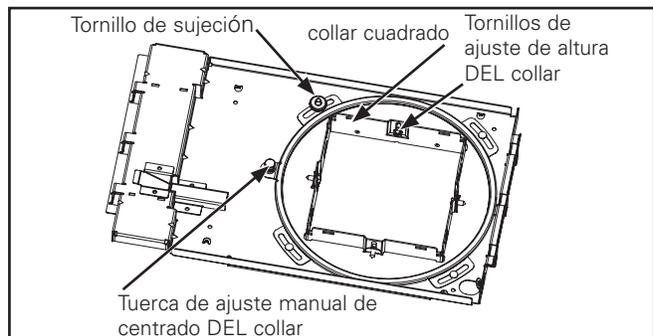

Figura 8.
**Altura:** Afloje los tornillos de ajuste de la altura del collar y ajuste al ras el collar del bastidor con revocado con respecto al techo acabado. Se deben apretar los tornillos de ajuste cuando el collar del bastidor con revocado se encuentra al ras, con un límite de x pulgadas, con respecto al techo terminado. (Figura 8.)